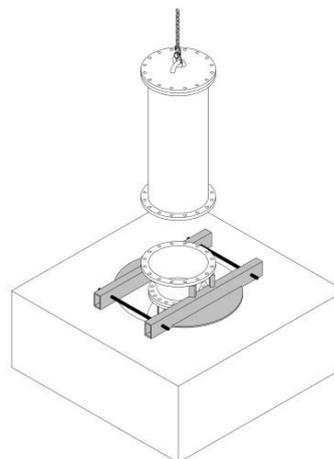

Рисунок 21: Установка пролета трубы.
- Убедитесь, что узел прочно опирается на монтажные балки и нет риска его падения, затем отсоедините монтажный диск и закрепите его на следующем пролете трубы (см. рисунок 21).